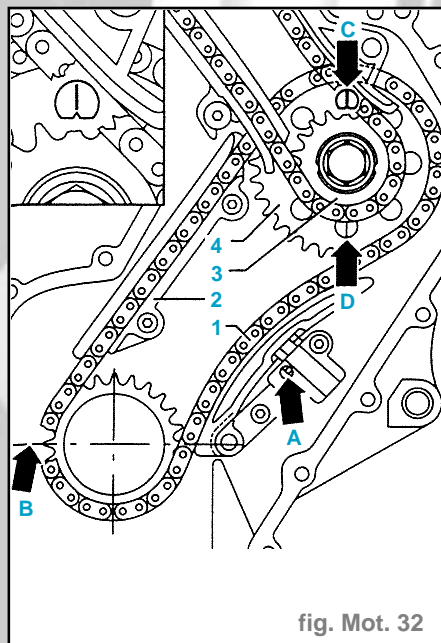

fig. Mot. 32
- Régler ou contrôler la position du vilebrequin par rapport à l'arbre intermédiaire. La dent meulée du pignon d'entraînement -B- doit coïncider avec le plan de séparation du palier (PMH de cylindre 1) (fig. Mot. 32).
- Serrer les pignons de chaîne 3 et 4 d'arbre intermédiaire à 100 N.m (fig. Mot. 32).